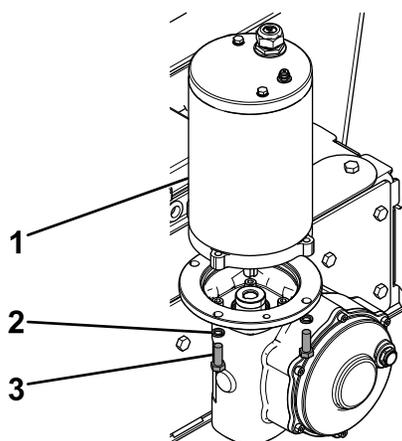

Figure 9
8. Fixez le moteur retiré précédemment au boîtier d'engrenages à l'aide de 4 boulons ($\frac{3}{8}$ po) et 4 rondelles frein fendues ($\frac{3}{8}$ po), comme montré à la Figure 9.